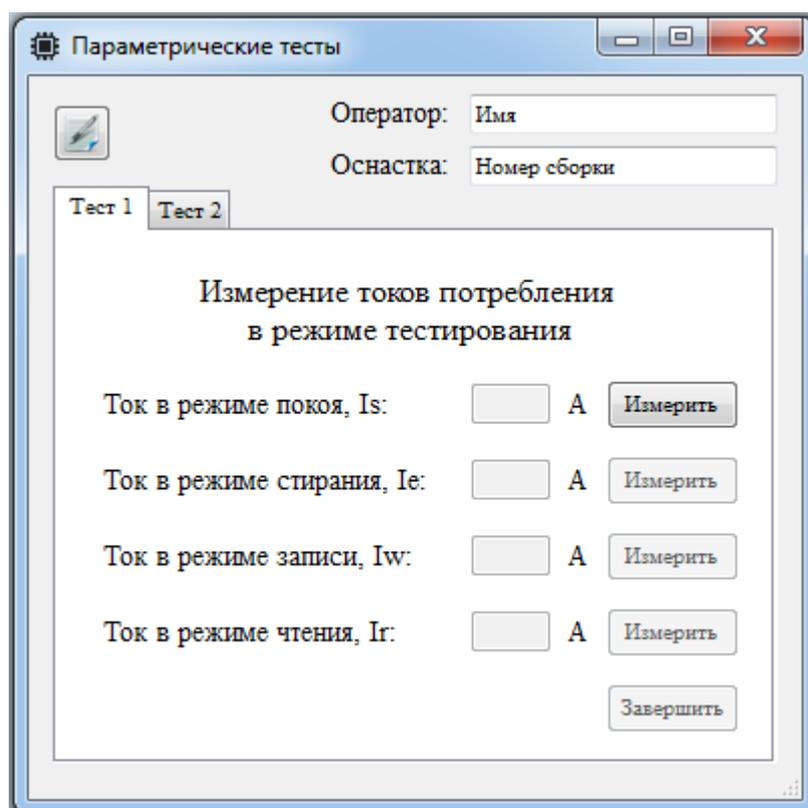
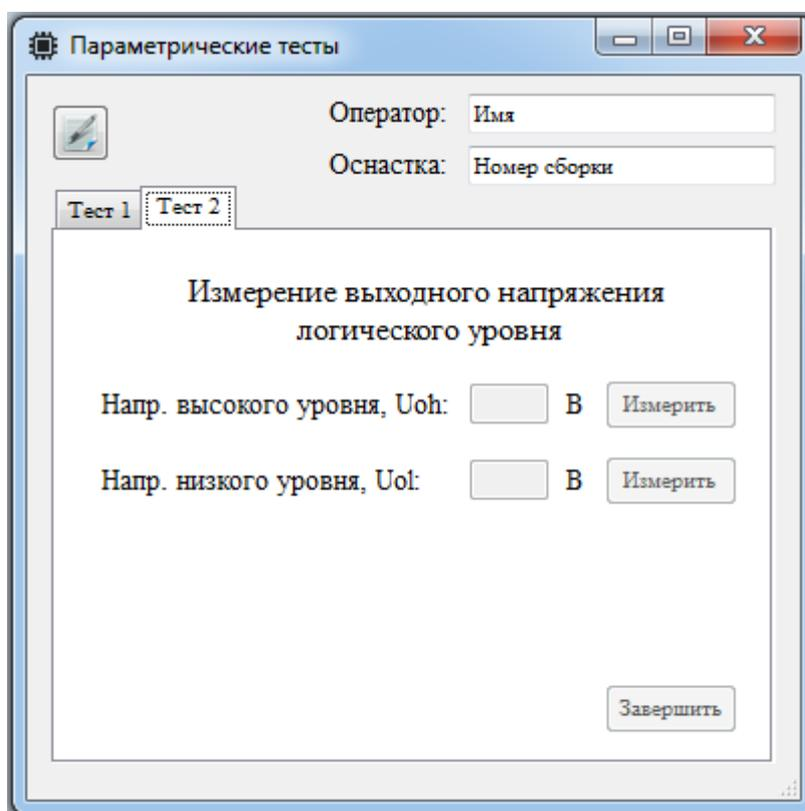

Рисунок 3 – Измерение токов потребления в режиме тестирования
Рисунок 4 – Измерение выходного напряжения логического уровня
- Кнопка "ТЕСТ" активна в режиме тестера и выполняет функцию автоматического тестирования выбранной микросхемы. При нажатии на кнопку откроется окно "Параметрические тесты" (рисунок 3,4).
В рабочем окне "Параметрические тесты" имеется базовый набор тестов: "Измерение токов потребления в режиме тестирования" (рисунок 3), "Измерение выходного напряжения логического уровня" (рисунок 4). Параметрическое тестирование выполняется поочередно нажимая на соответствующие кнопки "Измерить", после нажатия на кнопки будет появляться информационное окно с описанием того, что необходимо делать оператору (рисунок 5).